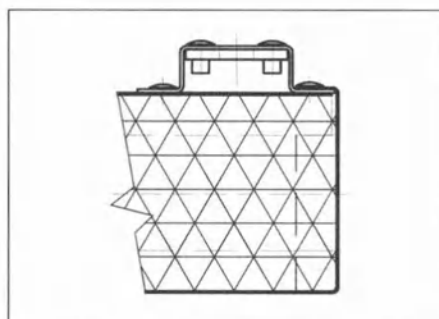

Рис.16 L - концевая задняя правая
- L - концевая задняя (рис. 16)